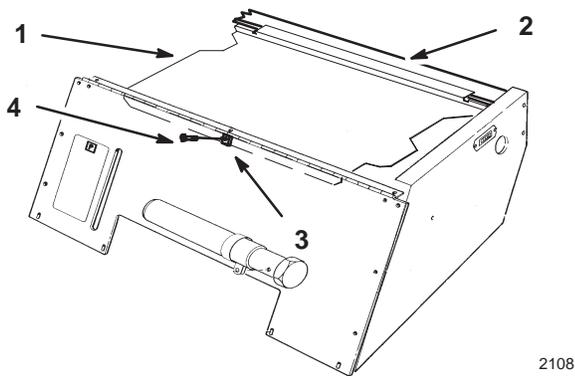

Bild 13
1. Heben Sie den Sitz an und entfernen die zentrale Schraube (Bild 13).
2. Entfernen Sie die Haube von der hinteren Sicherheitslippe an der Rückseite der Öffnung (Bild 13).
3. Heben Sie die Riemenhaube aus der Maschine heraus (Bild 13).
2. Haken Sie die hintere Sicherheitslippe der Riemenhaube in die Rückseite der Öffnung ein (Bild 13).
3. Drehen Sie die zentrale Schraube in die Geschwindigkeitsmutter und Riemenhaube ein (Bild 13).